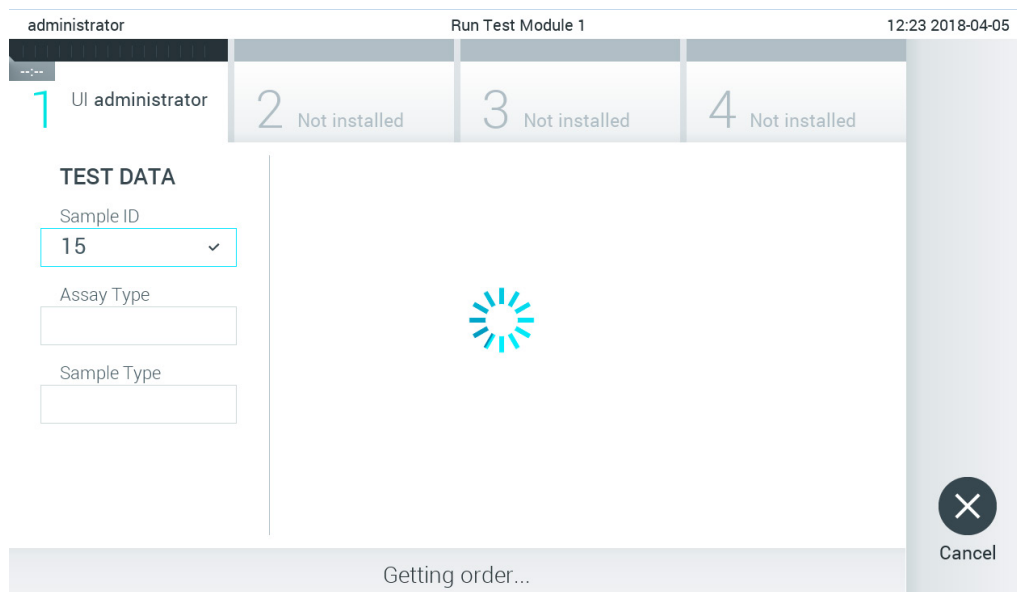

Рис. 76. Экран во время загрузки заказа на анализ.
3. Идентификатор пробы будет отправлен на хост-систему, и, пока QIAstat-Dx Analyzer 1.0 ожидает заказа на анализ, будет отображаться сообщение «Getting order...» (Получение заказа...) (рис. 76).